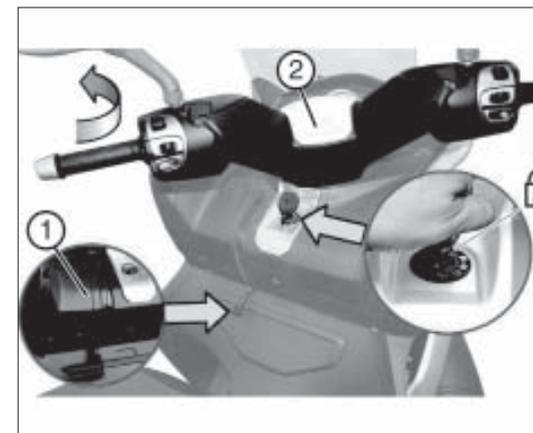

fig. 8
- con el manillar en posición recta, desplace la palanca de aparcamiento 1 fig. 8 hacia abajo;
- gire el manillar 2 fig. 8 hacia la izquierda;
**La palanca 1 fig. 8 permanece en posición bloqueada hasta el desbloqueo del dispositivo de bloqueo del manillar y el posterior enderezamiento del manillar.**